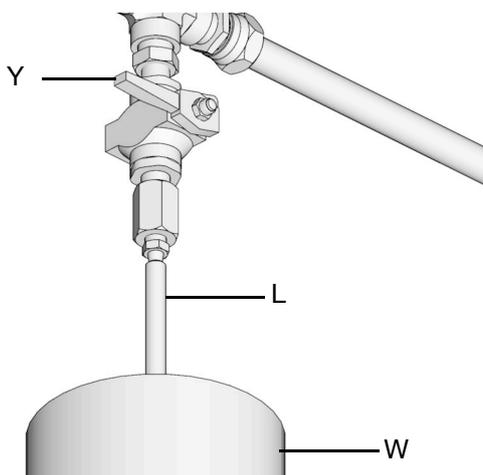

FIG. 30
- a. Per scaricare la pressione fra la pompa di riempimento (F) e il dispositivo di arresto del riempimento automatico (B), aprire la valvola di scarico della pressione sul tubo flessibile di alimentazione (Y) (FIG. 30). La pressione viene scaricata e il fluido in eccesso viene drenato attraverso il tubo di scarico (L) nel contenitore di troppo pieno di lubrificazione (W).